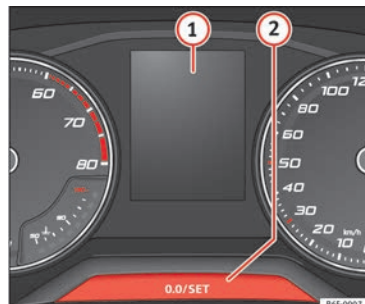

Fig. 51 Cuadro de instrumentos
La indicación de los intervalos de servicio aparece en la pantalla del cuadro de instrumentos » fig. 51 ①.